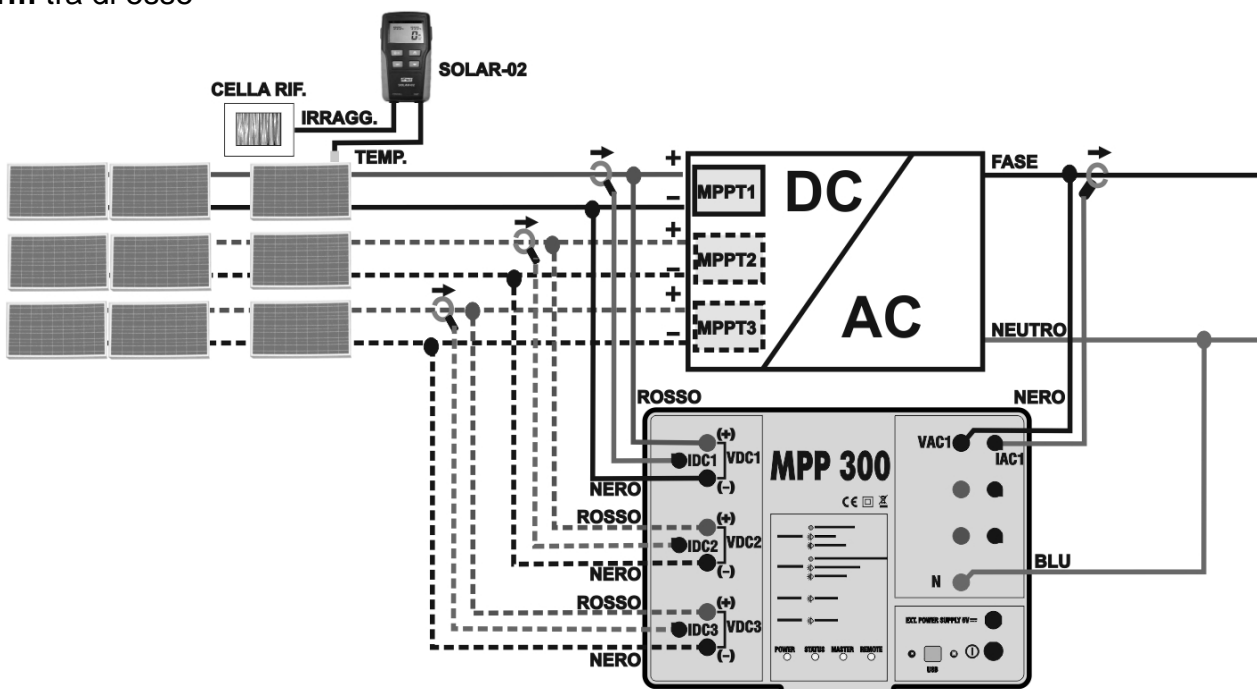
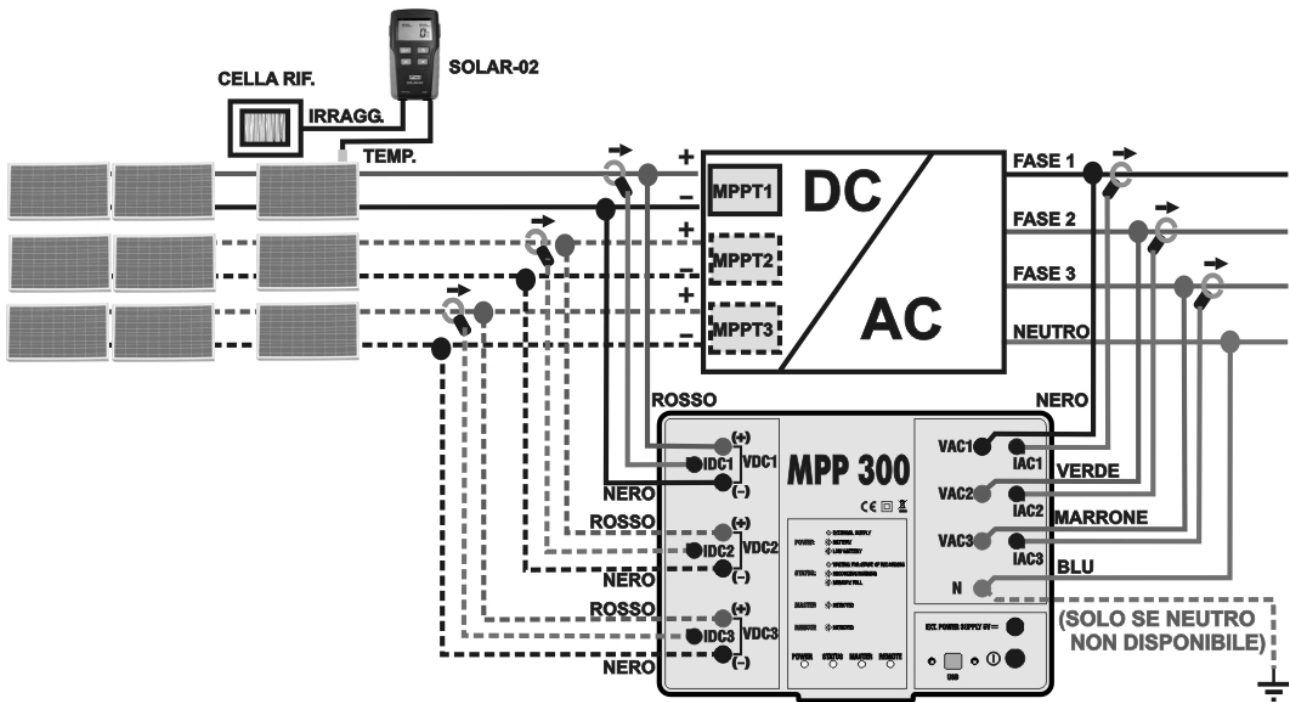

Fig. 2: Collegamento dell'MPP300 per collaudo di un impianto FV Monofase
Fig. 3: Collegamento dell'MPP300 per collaudo di un impianto FV Trifase
7. Collegare gli ingressi **VDC1(+)** e **VDC1(-)** dell'unità **MPP300** ai terminali di uscita della stringa rispettando le polarità ed i colori indicati in Fig. 2 o Fig. 3
10. Inserire la pinza di corrente DC sul conduttore positivo in uscita dalla stringa **rispettando il verso della freccia** presente sulla pinza stessa come indicato in Fig. 2 o Fig. 3. Posizionare il toroide della pinza il più lontano possibile dall'inverter e dal conduttore negativo in uscita dalla stringa stessa
12. Collegare gli ingressi **VAC1** ed **N** dell'unità **MPP300** rispettivamente ai conduttori di Fase e Neutro rispettando le polarità ed i colori indicati in Fig. 2 o Fig. 3. Nel caso di impianti trifase in cui il conduttore di Neutro non sia disponibile, collegare l'ingresso **N** a Terra
14. Collegare la pinza AC sul conduttore di Fase L1 **rispettando il verso della freccia** presente sulla pinza stessa come indicato in Fig. 2. o e Fig. 3. Posizionare il toroide della pinza il più lontano possibile dall'inverter e dal conduttore Neutro. Collegare l'uscita della pinza all'ingresso **IAC1** dell'MPP300